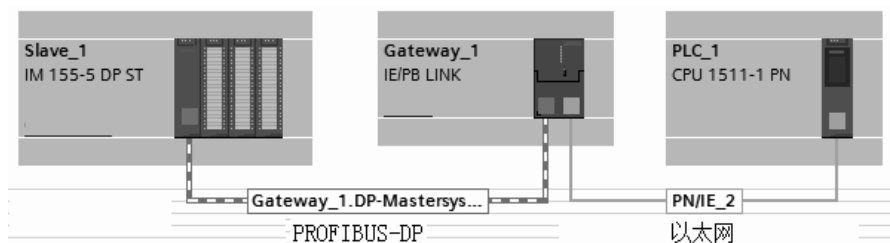

图 7-6 网关应用实例
① 站 (Station): 在 PLC 网络系统中，将可以进行数据通信、连接外部输入/输出的物理设备称为“站”。例如，由 PLC 组成的网络系统中，每台 PLC 可以是一个“站”。
② 主站 (Master Station): PLC 网络系统中进行数据连接的系统控制站，主站上设置了控制整个网络的参数，通常每个网络系统只有一个主站，站号实际就是 PLC 在网络中的地址。
③ 从站 (Slave Station): PLC 网络系统中, 除主站外, 其他的站称为“从站”。
④ 远程设备站 (Remote Device Station): PLC 网络系统中, 能同时处理二进制位、字的从站。
⑤ 本地站 (Local Station): PLC 网络系统中, 带有 CPU 模块并可以与主站以及其他本地站进行循环传输的站。
⑥ 站数 (Number of Station): PLC 网络系统中, 所有物理设备 (站) 所占用的“内存站数”的总和。
⑦ 网关 (Gateway): 又称网间连接器、协议转换器。网关在传输层上以实现网络互联, 是最复杂的网络互联设备, 仅用于两个高层协议不同的网络互联。如图 7-6 所示, CPU1511-1PN 通过工业以太网, 把信息传送到 IE/PB LINK 模块, 再传送到 PROFIBUS 网络上的 IM155-5 DP 模块, IE/PB LINK 通信模块用于不同协议的互联, 它实际上就是网关。